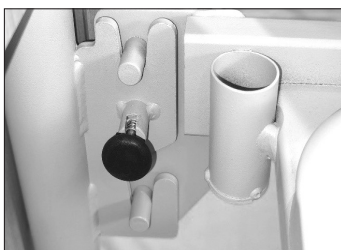

Fig.4
- Disinserire il perno nero e bloccarlo in posizione di apertura ruotandolo di 90°, dopodiché unire la struttura alla testiera e alla pediera (elementi identici), facendo attenzione a inserire correttamente i perni in metallo negli appositi alloggi e che le ruote siano tutte bloccate durante questo procedimento. Reinserrire il perno nero sbloccandolo (Fig.4)